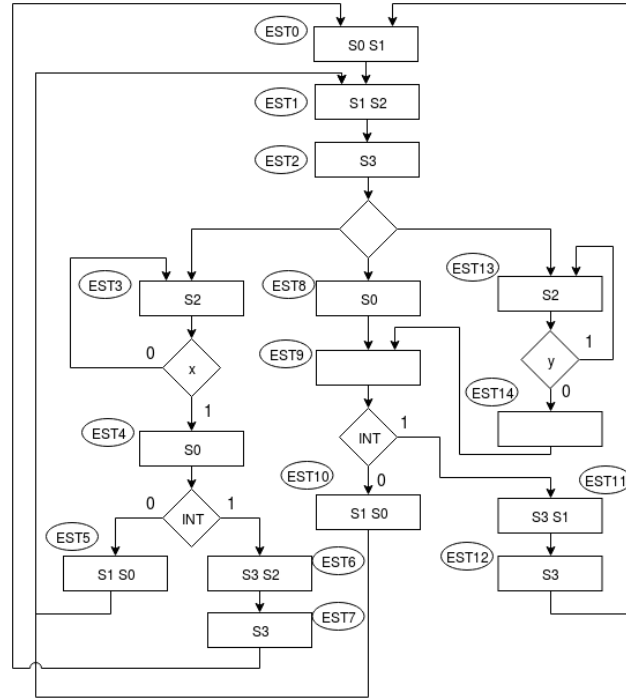

Figura 7: Carta ASM.
4. En la figura 7 se presenta una carta ASM en donde se hace uso de todas las instrucciones que un secuenciador básico puede ejecutar. En el estado **EST2** la dirección del estado siguiente está determinada por el registro de transformación, seleccionado cuando el secuenciador ejecuta la instrucción **ST**. En el estado **EST4** la dirección del estado siguiente la proporciona el registro de interrupción
5. Construya el secuenciador descrito en el punto 1 y conéctelo a una memoria tal como se muestra en el punto 2, utilizando **VHDL** y componentes estándares del software de desarrollo. Diseñe la lógica interna para que su secuenciador pueda ejecutar las instrucciones descritas anteriormente. Obtenga el contenido de la memoria de la carta ASM de la figura 7 he implementelo en su secuenciador. Utilice el simulador para probar su implementación. Finalmente pruebe su sistema en una tarjeta FPGA.